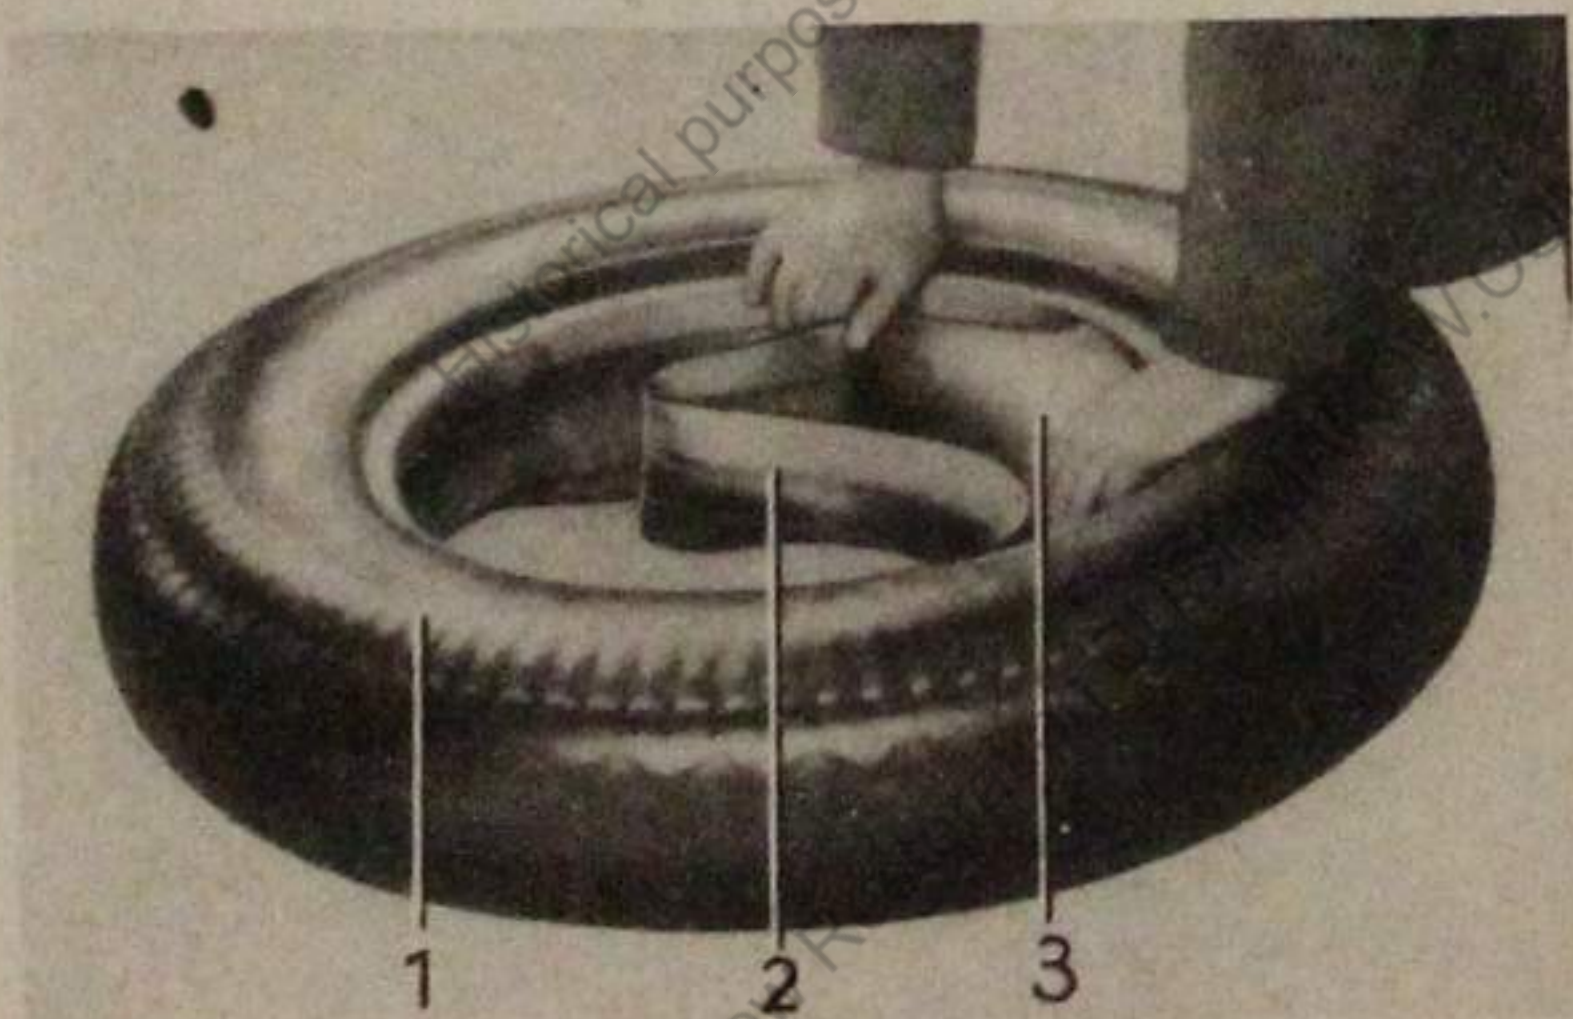

Bild 19
b) Auflegen der Bereifung auf Tiefbettfelge (Bild 19, 20 und 21)